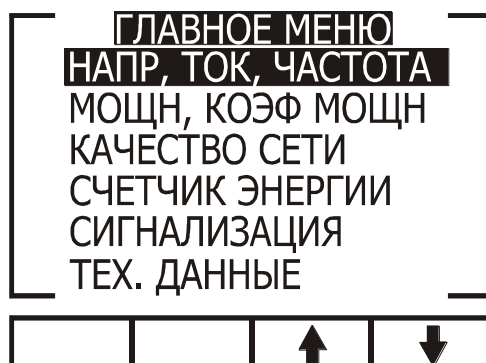

Рис. 26
1. Находясь в основном меню, выберите пункт «Напр, ток, частота» (рис. 26):